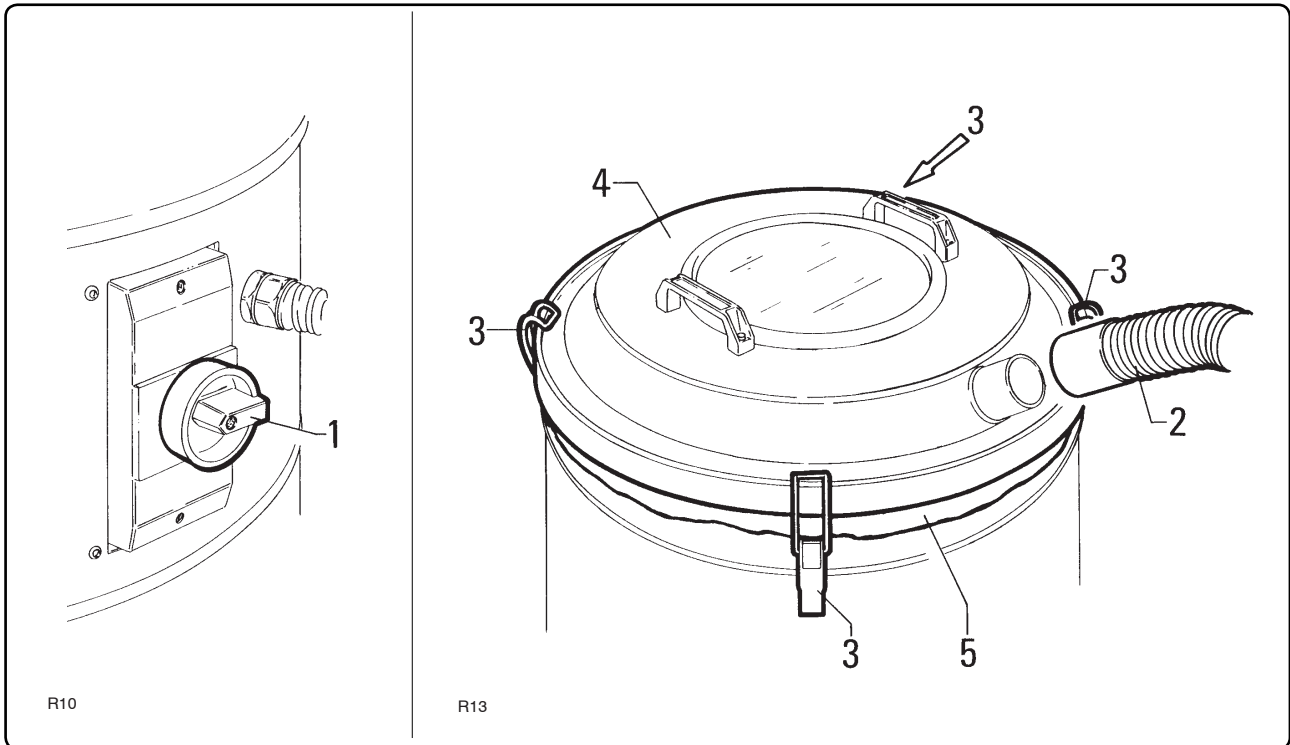

Fig. 6.6.1
- Estrarre il sacco di raccolta e dopo averlo svuotato, riposizionarlo col bordo "5" leggermente sporgente (fig. 6.6.1).
- Remove the swarf bag and, after having emptied it, fit it back in place with edge "5" slightly projecting (fig. 6.6.1).
- Sortez le sac de récupération et une fois vidé, remettez-le en place avec le bord "5" qui dépasse légèrement (fig. 6.6.1).
- Extraer la bolsa de recogida y luego de haberla vaciado, volver a colocarla con el borde "5" que sobresalga levemente (fig. 6.6.1).